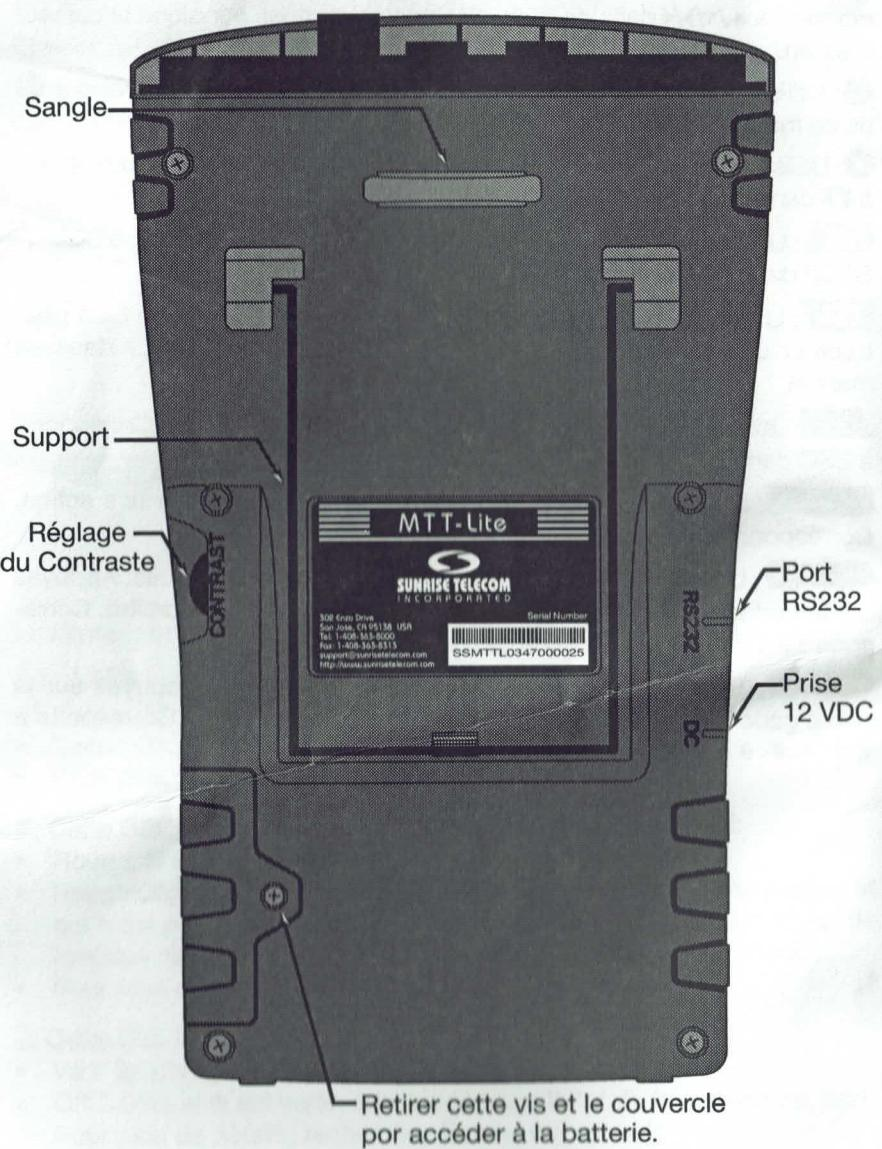

Figure 3 Face Arrière
2. Référez-vous à la Figure 3 et retirer la vis qui retient le couvercle.